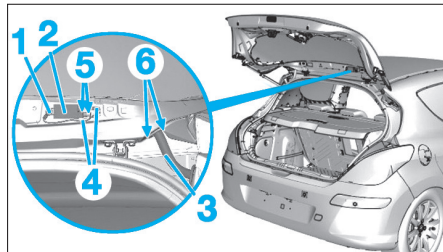

Fig. 170
- la vis (1) (Fig.170).
- Débrancher les connecteurs en (5).
- Déposer le boîtier antenne autoradio (2).
- le passe-gaine (3) en (6),
- le faisceau électrique (4) du passe-gaine (3).